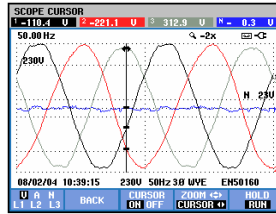

Figura 17-2. Schermata Forma d'onda, cursore attivato
- Premere F3 per attivare la funzione Cursore. Utilizzare i tasti freccia sinistra/destra per spostare il cursore orizzontalmente lungo le forme d'onda. I valori della forma d'onda relativi alla posizione del cursore vengono visualizzati nell'intestazione della schermata, come mostrato nella Figura 17.2.